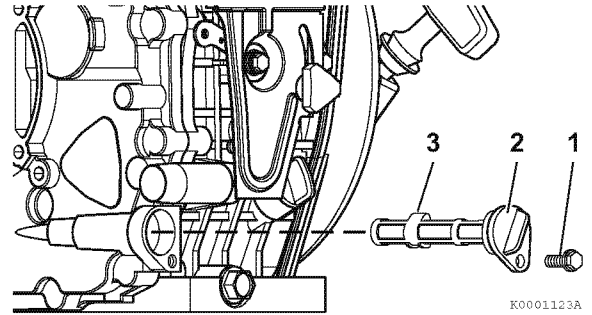

Abbildung 4
1. Ölfilterhalteschraube (1, **Abbildung 4**) abnehmen.
2. Ölfilterdeckel (2, **Abbildung 4**) abnehmen und Ölfilter (3, **Abbildung 4**) abnehmen.
3. Neuen Ölfilter installieren (3, **Abbildung 4**).
4. Sicherstellen, dass der Ölfilterdeckel gut sitzt (2, **Abbildung 4**).
5. Ölfilterhalteschraube einbauen und anziehen (1, **Abbildung 4**).